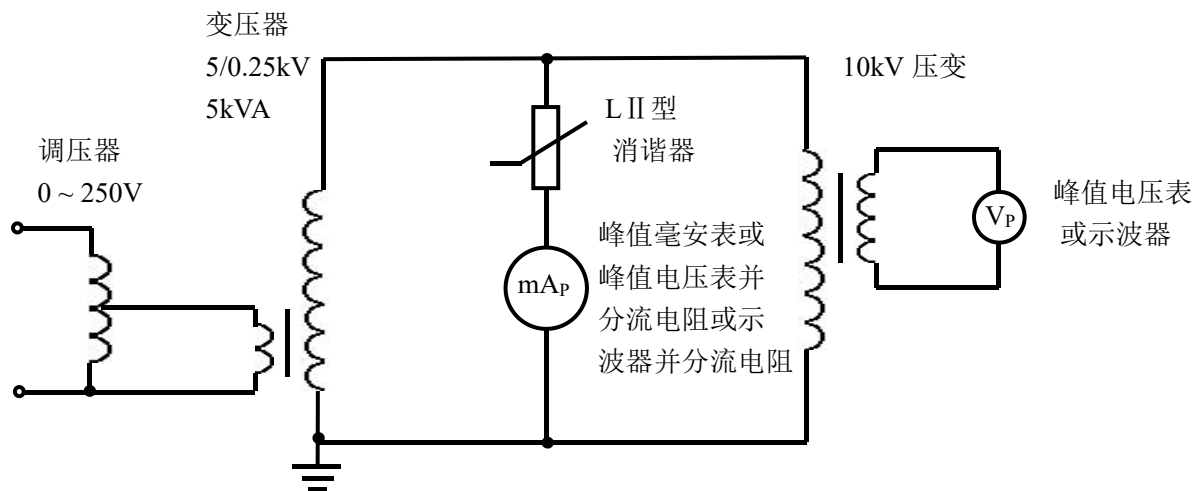

图 5 用峰值毫安表测量消谐器伏安特性接线图
7.1 用峰值毫安表（或峰值电压表）测量消谐器伏安特性。接线图见图 5，峰值毫安表也可用分流电阻并峰值电压表代替。